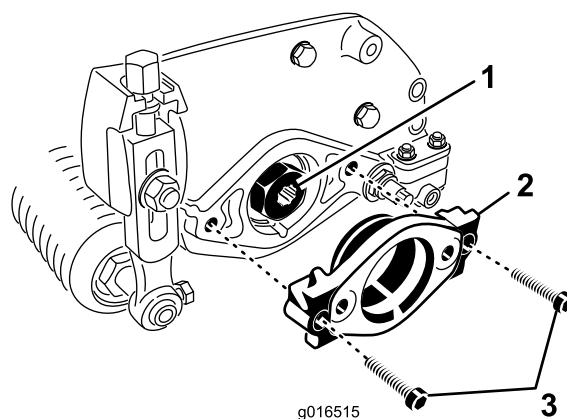

Figura 8
2. Remova os 2 parafusos de cabeça allen que prendem a montagem do motor à extremidade esquerda da unidade de corte. Remova a montagem do motor (Figura 8).
3. Aplique massa lubrificante no diâmetro interior do veio de saída da transmissão (Figura 8).
4. Do lado esquerdo da unidade de corte, aplique uma leve camada de óleo no anel de retenção e instale a montagem do motor com os 2 parafusos de cabeça Allen previamente removidos (Figura 8). Aperte os parafusos com 16 a 20 Nm.